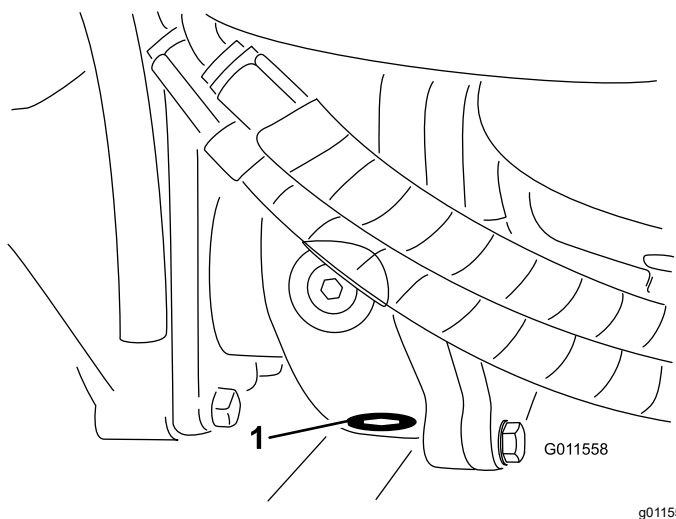

Рисунок 108
5. Очистите область вокруг пробки сливного отверстия в нижней части редуктора (Рисунок 108).